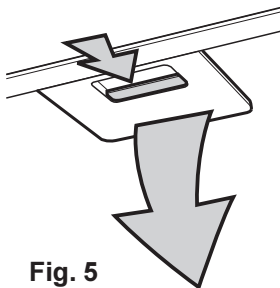

Fig. 5
- Poussez en arrière le dispositif d'arrêt du filtre à graisse métallique puis sortez le filtre vers le bas. **Fig. 5.**